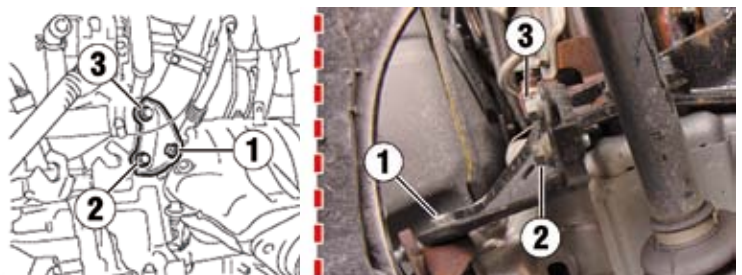

Fig. 42
- Reposer les supports du collecteur d'échappement en respectant l'ordre de serrage (Fig.42).